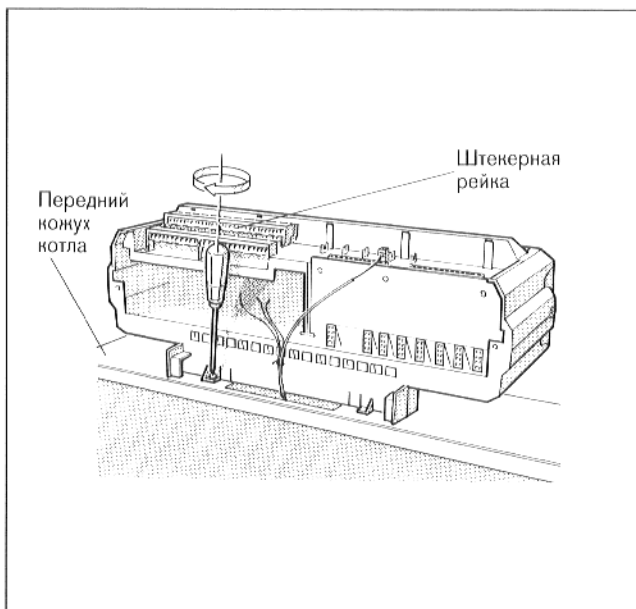

Рис. 37 – Задняя сторона регулятора со снятым защитным колпаном зажимов
- Привинтить регулятор на кожухе котла двумя винтами в задних углах кабельного канала (рис. 37).
- Раскрыть капиллярные трубки и, при **Ecomatic**-регулировании, трубопровод датчика температуры котельной воды, пока они не достигнут точки замера (см. рис. 37).
При помощи отвертки, штекеры легко отъединяются от штекерной рейки (см. рис. 37).